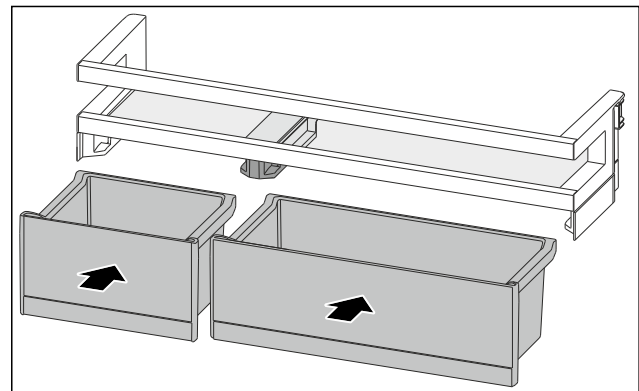

Fig. 120
- ▶ VarioBoxen in getauschter Anordnung einsetzen. (siehe Fig. 120)